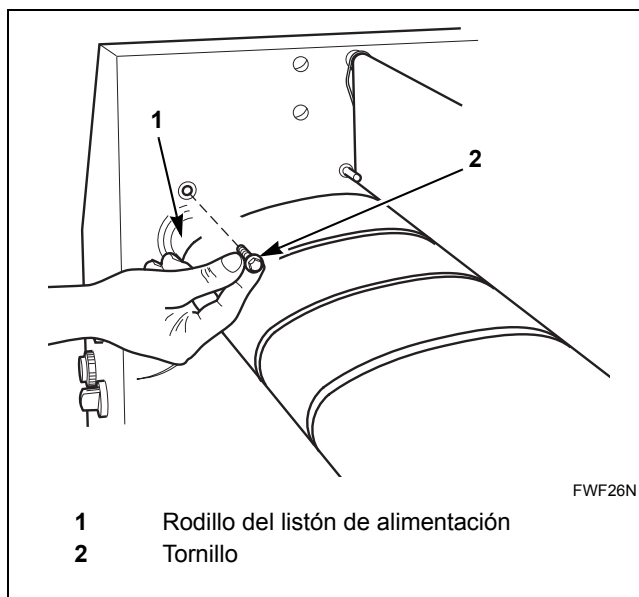

Figura 27
6. Desbloquee el rodillo del listón de alimentación en el lado izquierdo del panel interior al quitar los dos tornillos. Mantenga el rodillo en su lugar y revise la dirección en la cual está montada le cojinete. Consulte la *Figura 27*.